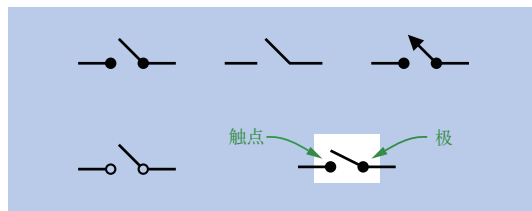

图 2-40 单极单掷开关电路图符号的五种形式。它们的功能相同
**1. 开关：**图 2-40 展示了单极单掷开关这种最基本元件的五种表示符号。每个符号中，开关的极都恰巧在右侧，而触点在左侧——虽然这对于 SPST 开关并没有什么显著差异。本书中，我选择用白色方框圈住每个开关，强调虽然开关有两个部分，但它们共同组成一个元件。